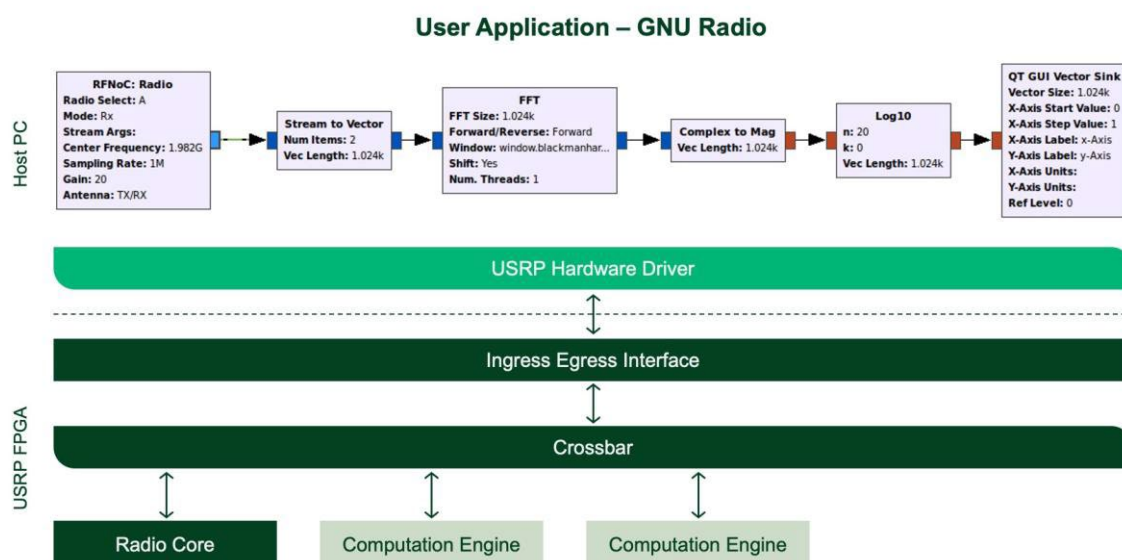

图 15. 与 GNU Radio 集成的 RFNoC 概念结构框图
- ◆ 开发示例：图 15 为与 GNU Radio 集成的 RFNoC 概念结构框图。